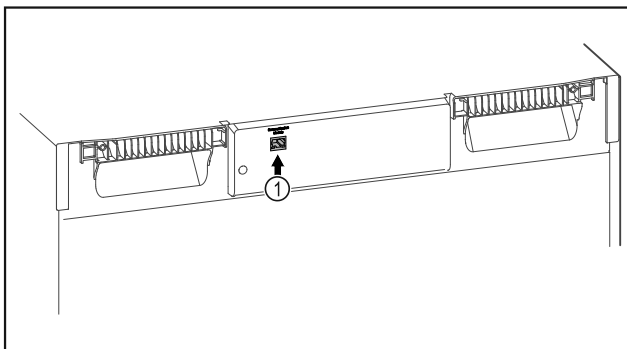

Fig. 93
- SmartModule Fig. 93 (1) er sat i.